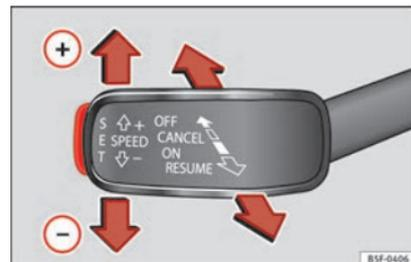

Abb. 48 Links von der Lenksäule: Dritter Hebel zur Bedienung des GRA.
- GRA einschalten: dritten Hebel in Stellung **ON** »» **Abb. 48** bringen. System wird eingeschaltet, jedoch erfolgt noch keine Regelung, da noch keine Geschwindigkeit gespeichert ist.
- GRA aktivieren: Drücken Sie die Taste **SET** »» **Abb. 48**. Die aktuelle Geschwindigkeit wird gespeichert und geregelt.
- GRA vorübergehend abschalten: Den Hebel in die Stellung **CANCEL** »» **Abb. 48** bringen und loslassen oder das Bremspedal betätigen. Regelung wird vorübergehend abgeschaltet.
- GRA wieder einschalten: Den Hebel in die Stellung **RESUME** »» **Abb. 48** bringen und loslassen. Die gespeicherte Geschwindigkeit wird erneut gespeichert und eingestellt.
- GRA abschalten: Den dritten Hebel in die Stellung **OFF** »» **Abb. 48** bringen. Das System wird abgeschaltet und die gespeicherte Geschwindigkeit gelöscht.